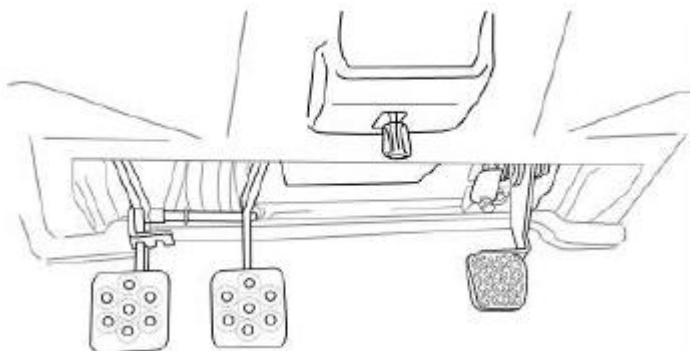

Рисунок 5.57 Педаль тормоза
- ▶ Заблокируйте педали тормоза и запустите двигатель см. рис. 5.57.